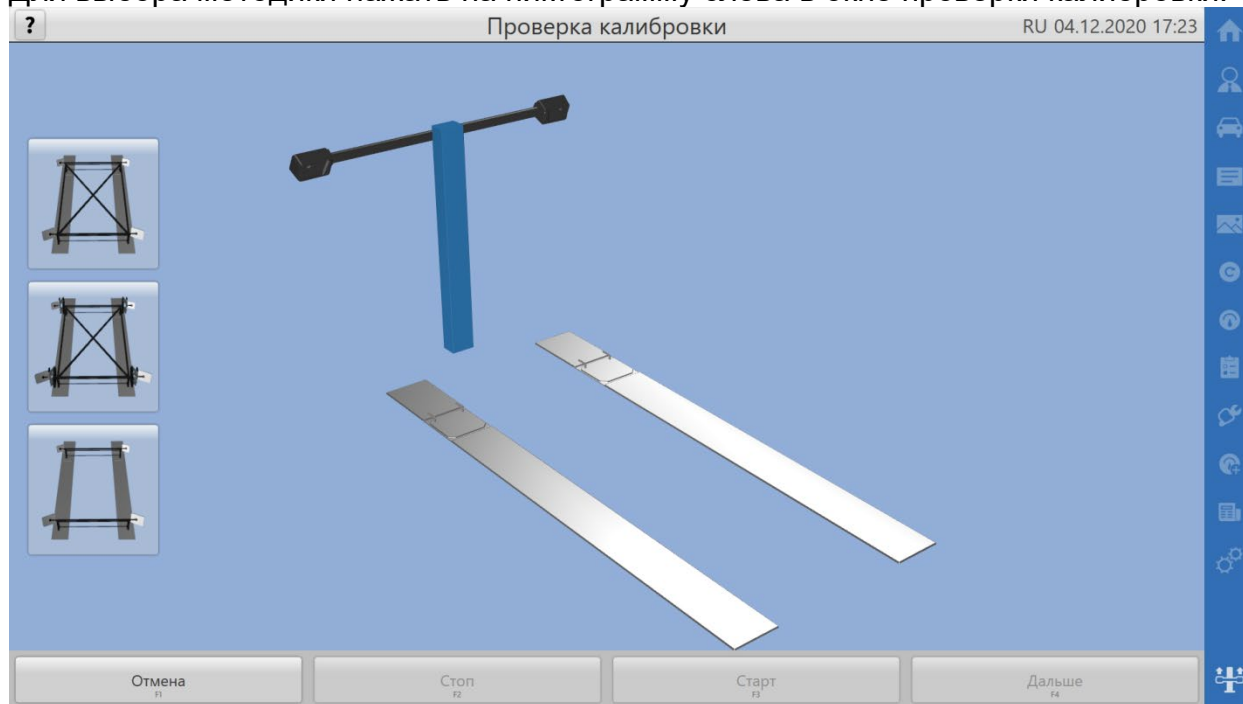

Рисунок 7.4.1 – Окно проверки калибровки
- проверка калибровки ISO-рамой без захватов, рисунок 7.4.1;